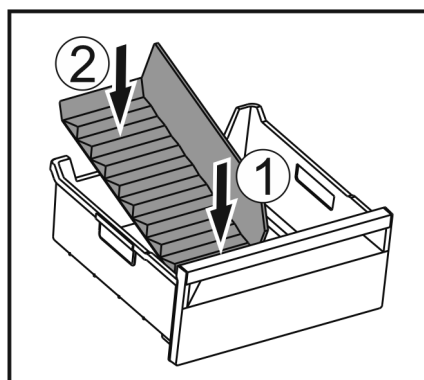

Fig. 169
- Vložte přední část přepážky přihrádky na led. Fig. 169 (1)
- Zadní část přepážky přihrádky na led spusťte až na dno zásuvky. Fig. 169 (2)